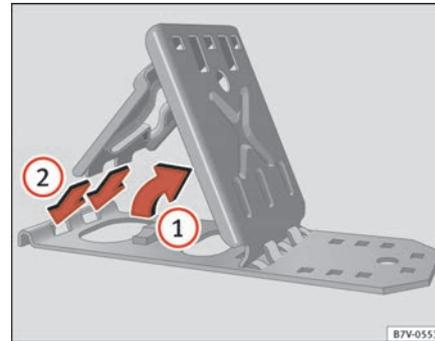

Abb. 208 Klappkeile ausklappen.
- Stützplatte anheben ⇒ Abb. 208 ①.